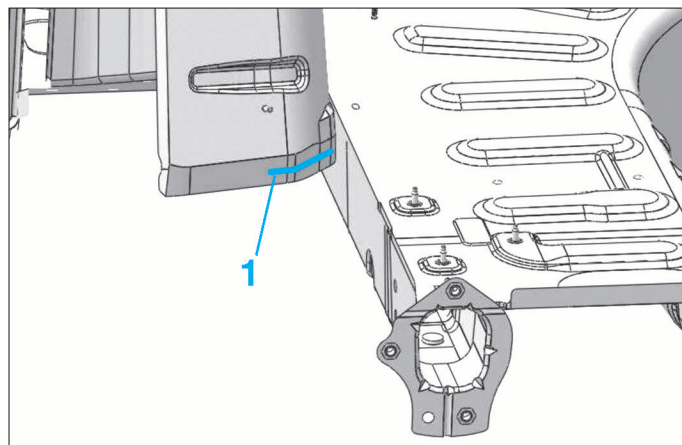

FIG. 127
- Appliquer de la colle structurale sur la ligne (1) (Fig.127).